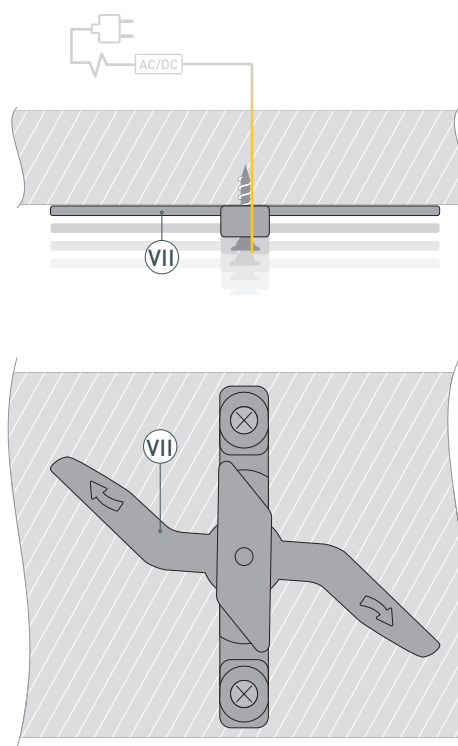

Рис. 1. Вид снизу
- 1** / Закрепите держатель **Ⓜ** на поверхности с помощью шурупов. Положение поворотных частей держателя должно быть как на рис. 1. Выведите кабель от блока питания для светодиодной ленты.